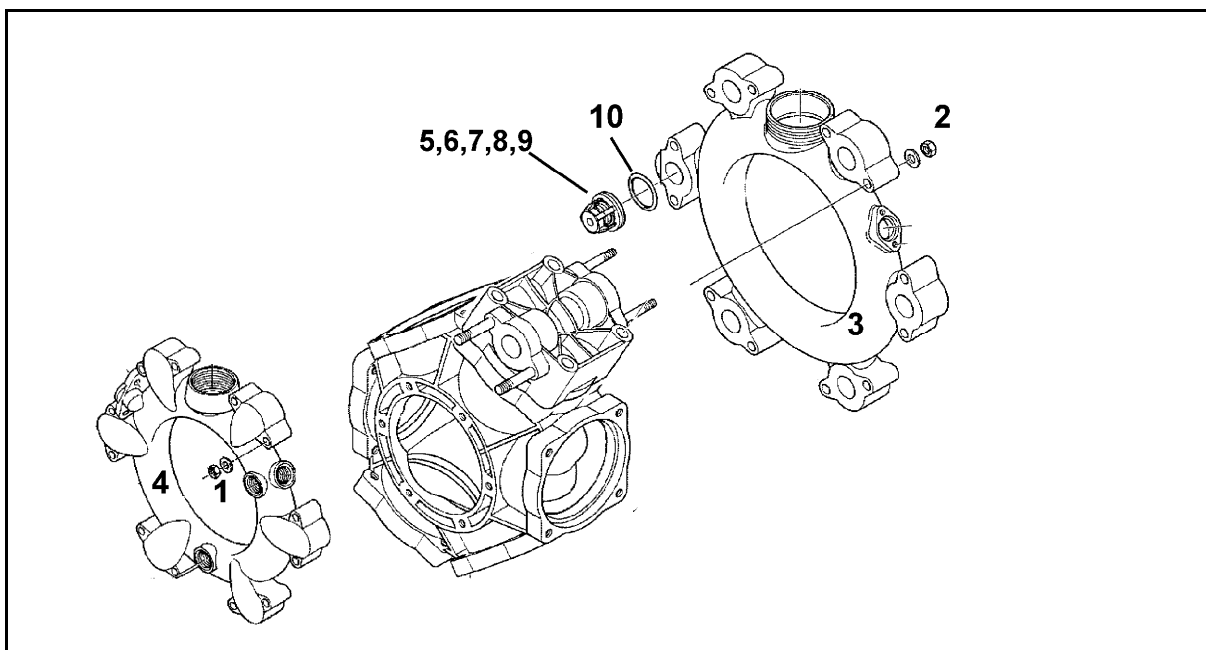

Bild 175
1. Kontrollera om oljenivån är synlig på markeringen (Bild 175/1) då pumpen inte är igång och står vågrätt
2. Ta bort locket (Bild 175/2) och fyll på olja om oljenivån inte är synlig på markeringen (Bild 175/1).
2. Ta bort locket (Bild 175/2).
5. Vrid drivaxeln växelvis åt höger och vänster och fyll långsamt på ny olja. Korrekt oljemängd är påfylld när oljan syns på markeringen (Bild 175/1).
- Beakta respektive monteringsläge för ventilerna på sug- och trycksidan, före borttagning av ventilgrupperna (Bild 175/5).
- Se till att ventilstyrningen (Bild 175/9) inte skadas vid hopsättning. Skador kan leda till att ventilerna sätts igen.
- Dra ovillkorligen åt muttrarna (Bild 175/1,2) korsvis med angivna åtdragningsmoment. Felaktig åtdragning av skruvarna leder till spänning och därmed till läckage.
2. Ta bort muttrarna (Bild 175/1,2).
3. Ta bort sug- och tryckkanalen (Bild 175/3 och Bild 175/4).
4. Ta bort ventilgrupperna (Bild 175/5).
5. Kontrollera ventilsäte (Bild 175/6), ventil (Bild 175/7), ventilmfjäder (Bild 175/8) och ventilstyrning (Bild 175/9) beträffande skador resp. slitage.
6. Ta bort O-ringen (Bild 175/10).
8. Montera ventilgrupperna (Bild 175/5) efter kontroll och rengöring.
9. Sätt dit nya O-ringar (Bild 175/10).
10. Fäst sug- (Bild 175/3) och tryckkanalen (Bild 175/4) på pumphuset.
11. Dra åt muttrarna (Bild 175/1,2) korsvis med ett åtdragningsmoment på **11 Nm**.